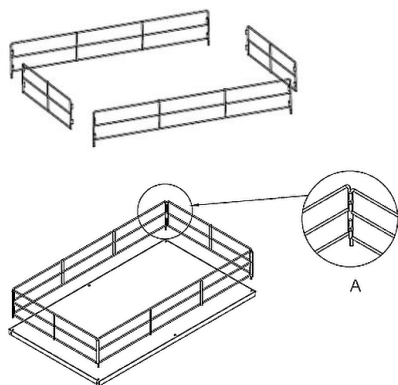

Abb. 1
1. Setzen Sie zuerst die Reling für die obere Stellfläche zusammen. Verbinden Sie die Front- und Seitenteile der Reling mittels der Sicherungsbolzen (Abb. 1, A).